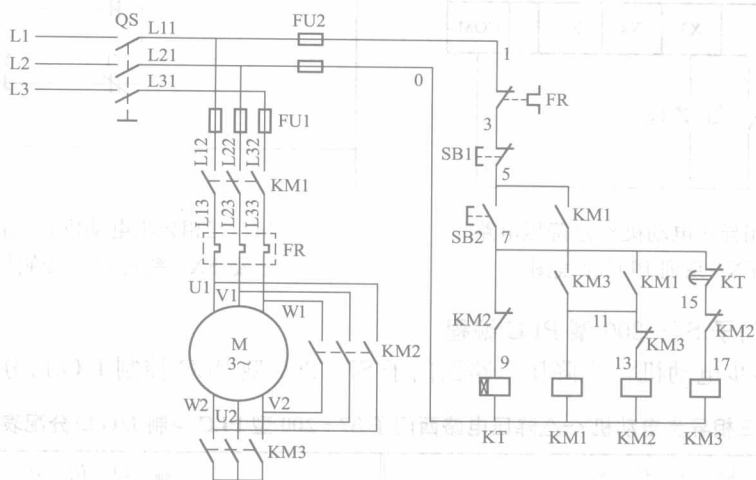

图 12 三相异步电动机 Y-Δ 降压启动控制电路原理图
**原理图** 三相异步电动机 Y-Δ 降压启动控制电路原理图如图 12 所示。
**控制原理** 在图 12 中，按下电动机 M 的启动按钮 SB2，接触器 KM3 闭合，同时在控制线路中的第 7 号线与第 11 号线间 KM3 的动合触点闭合，接触器 KM1 线圈通电闭合并自锁，电动机 M 接成 Y 形接法降压启动运转。同时时间继电器 KT 线圈通电开始计时。经过预定的时间后，时间继电器 KT 动作，使接触器 KM3 失电，接触器 KM2 得电，电动机 M 绕组接成 Δ 全压运行。